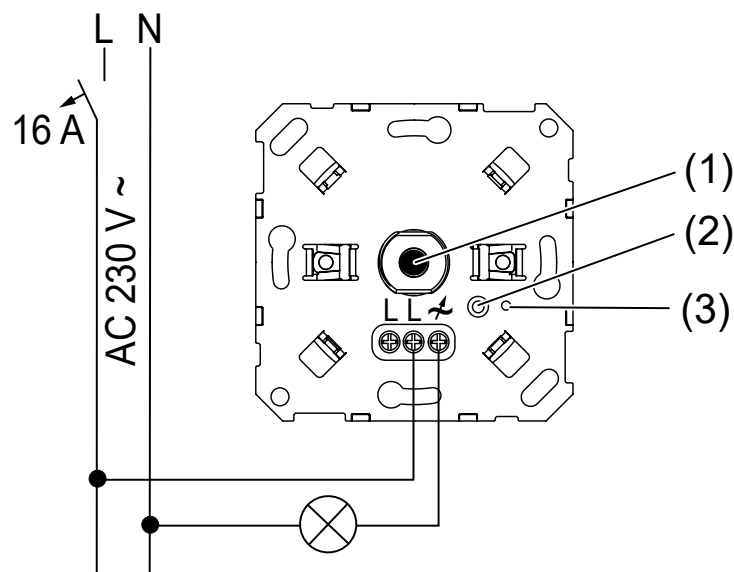

Figura 1: Plano de conexión
- (1) Eje giratorio
- (2) Tecla Prog.
- (3) LED de estado
- (4) Conmutador selector
- Conectar el regulador de intensidad de luz como se indica en el esquema (véase figura 1).